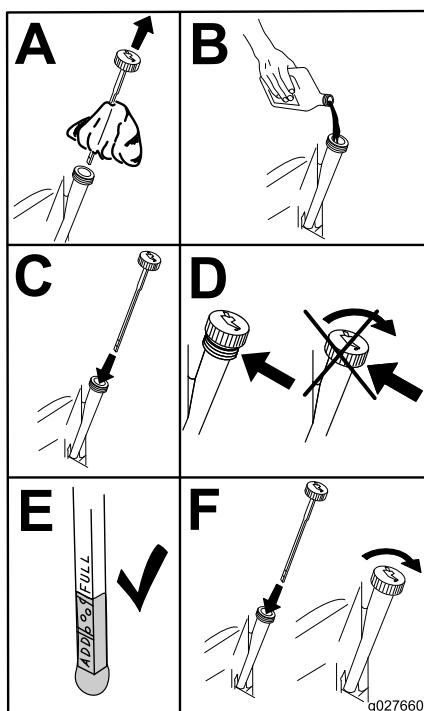

Figura 44
6. Vierta lentamente un 80% aproximadamente del aceite especificado por el tubo de llenado, luego añada lentamente el resto del aceite hasta que llegue a la marca Lleno (Figura 44).